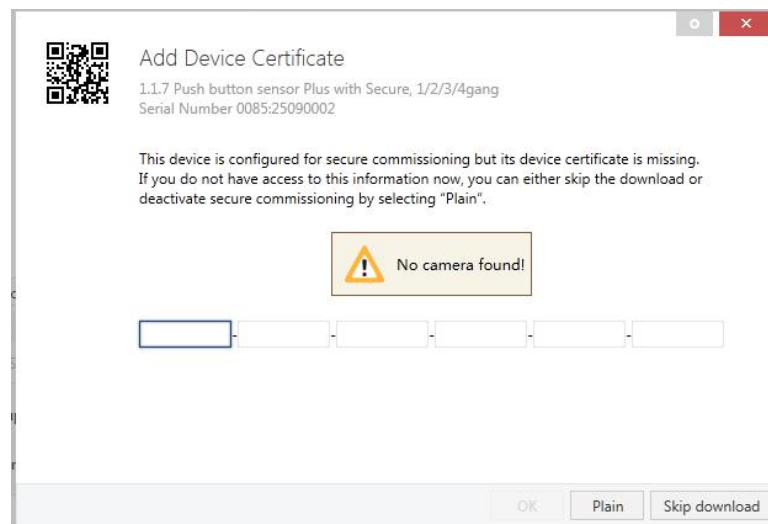

图 3.3.1 Add Device Certificate window
- ◇ 首次下载设备时，ETS 中会打开一个窗口，提示用户输入密钥，如下图 3.3.1。